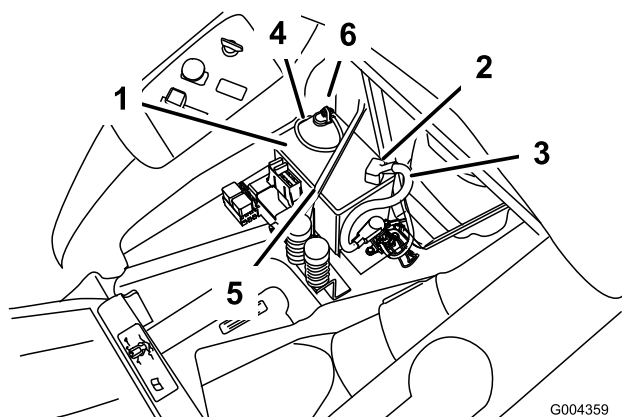

Figura 42
4. Desconecte el cable negativo de tierra (negro) del borne de la batería (Figura 42).
5. Deslice hacia arriba la cubierta de goma del cable positivo (rojo). Desconecte el cable positivo (rojo) del borne de la batería (Figura 42).
6. Retire la correa de sujeción de la batería (Figura 42) y levante la batería para retirarla de su bandeja.
- Coloque la batería en la bandeja, con los bornes hacia el motor (Figura 42).
- Fije los cables con 2 pernos (1/4 x 3/4 pulg.), arandelas (1/4 pulg.), y tuercas (1/4 pulg.) (Figura 42).
- Fije la batería con la correa de sujeción (Figura 42).